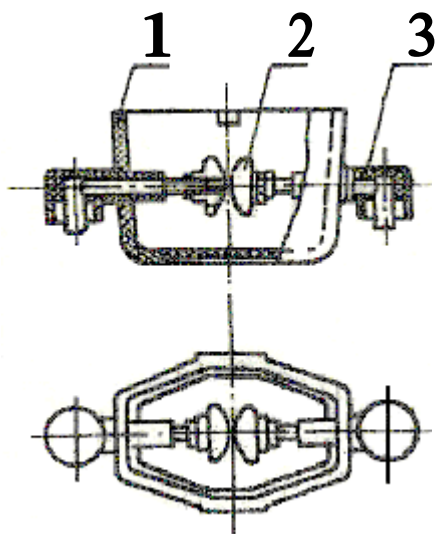

Рис. 3. Ячейка измерительная
- ячейку измерительную (см. рис. 3);